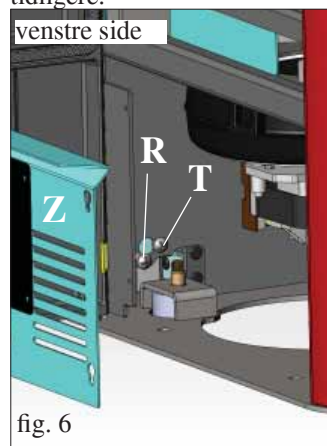

fig. 6
Tjek den lodrette justering af de keramiske sidepaneler (C) og foretag de nødvendige justeringer ved hjælp af skruerne i toppen (V - fig. 5) og inde i brændeovnen ved hjælp af skruerne (R - fig. 6/7)
NB: Før du gør dette, skal du afmontere det galvaniserede panel (Z - fig 6/7) på begge sider og skrue skruerne (T - fig 6/7) ud.